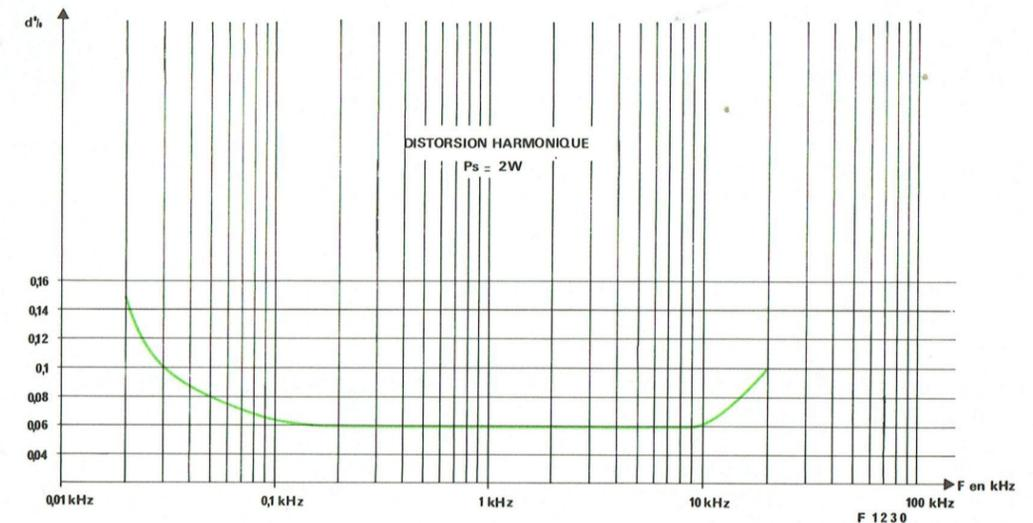

Fig. 7
- 1° Régler le niveau d'entrée pour obtenir $V_s = 4 \text{ V}$ ce qui correspond à $P_s = 2 \text{ W}$ et effectuer les mesures de distorsion entre 20 Hz et 20 kHz (Fig. 7).